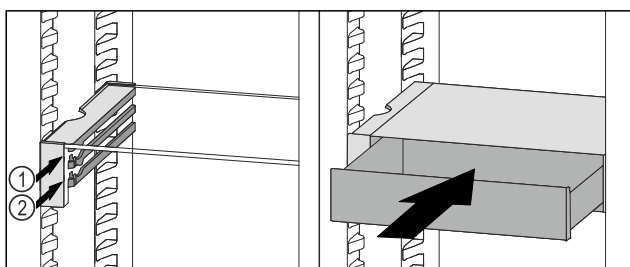

Fig. 130
- ▶ Placera VarioSafe-lådan bakom stopplackarna på önskad list Fig. 130 (1) eller Fig. 130 (2).